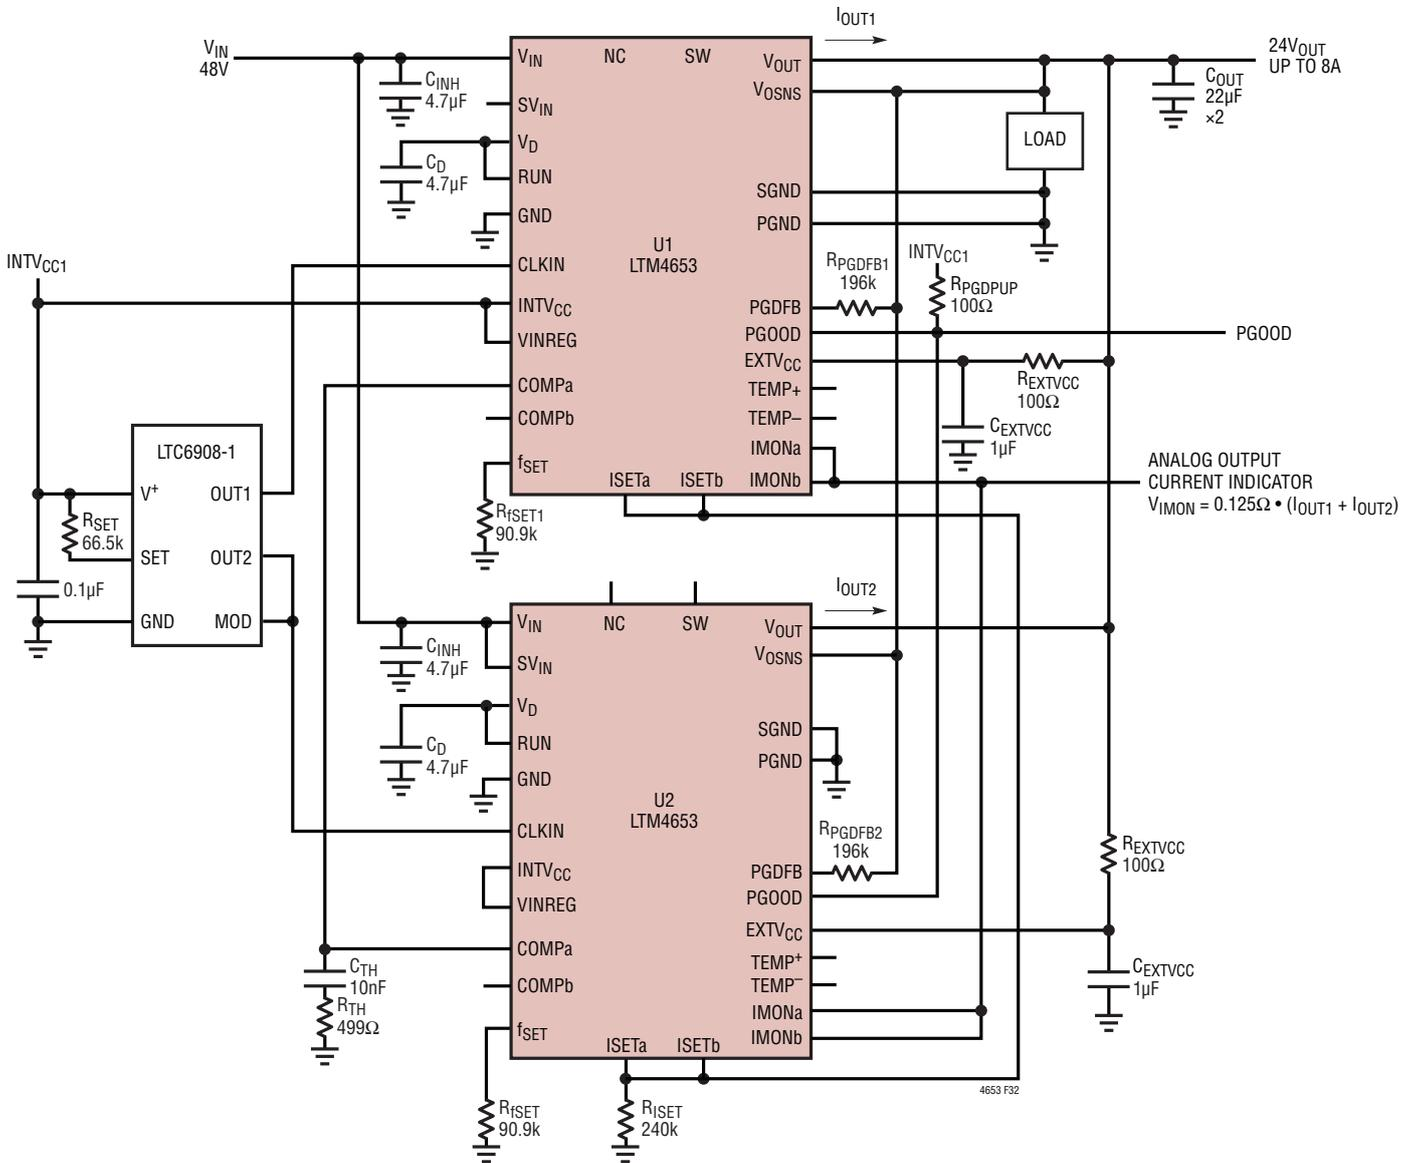

図32. 48V入力、24V出力(最大8A)、2相並列接続、アナログ出力電流インジケータ付き
- 並列モジュール・アプリケーションの場合は、図32に示すように、 V_{OUT} 、 V_{OSNS} 、RUN、ISETa、COMP_a、およびPGOODピンを互いに接続します。